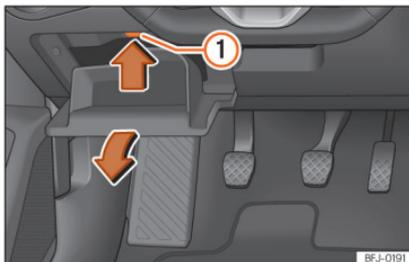

Fig. 49 No painel de instrumentos do lado do condutor (volante à esquerda): tampa da caixa de fusíveis.
- Abra o porta-objetos do lado do condutor »» Fig. 49.
- Pressione a flange de encaixe »» Fig. 49 ① para cima, no sentido da seta, e ao mesmo tempo abra ainda mais o porta-objetos e retire-o até que se consiga aceder ao porta-fusíveis.